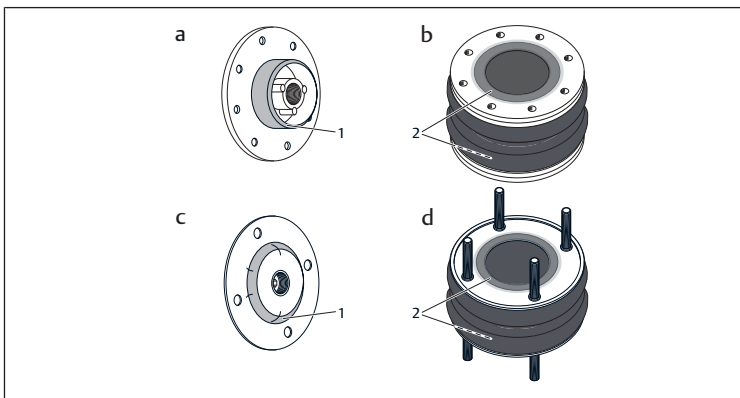

Bild 2: Bestrykningsområde gavel (1) | Bestrykningsområde bälga (2)
- Bestryk bälgcyklindrens öppningar och gavlarnas tätningsyta med tvålvatten innan monteringen (se bild 2).